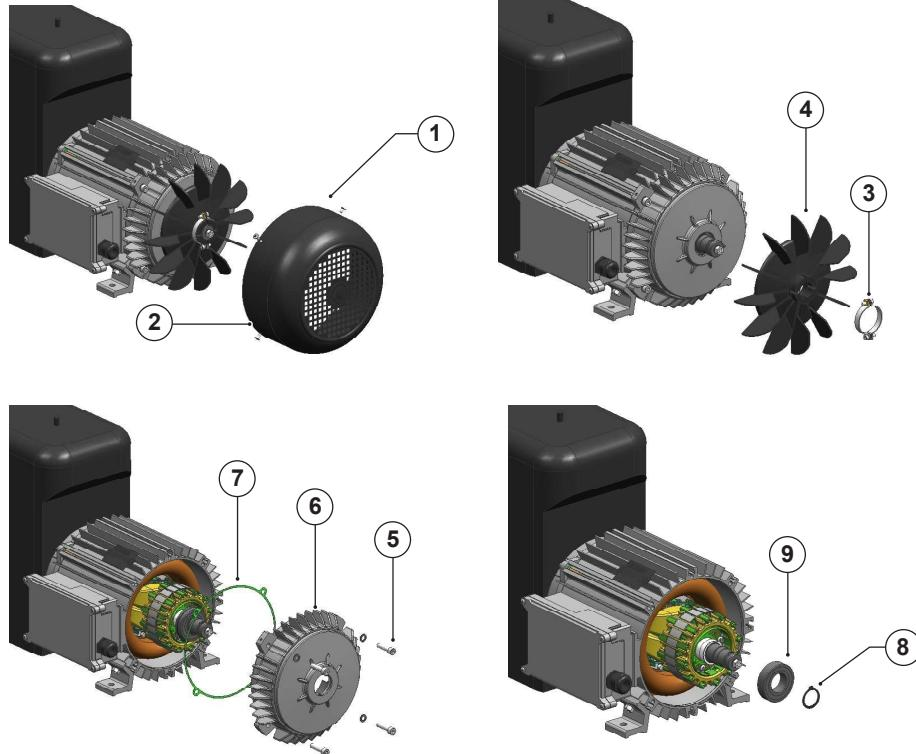

Fig. 5.1
- svitare le viti di fissaggio del copriventola (1 fig. 5.1) e disassemblare il copriventola (2) dal generatore.
- allentare le viti di serraggio della fascetta metallica (3) e sfilarla dal mozzo della ventola (4). Sfilare la ventola (4) dall'albero del generatore.
- svitare le viti di fissaggio (5) e disassemblare lo scudo (6). Fare attenzione a non perdere o danneggiare la guarnizione (7) posta fra cassa e scudo.
- Sfilare e sostituire il cuscinetto (9) togliendo l'anello seeger (8) di bloccaggio.
- *Unscrew fan clamping screws (1 fig. 5.1) and remove the fan cover (2) from the generator.*
- *unscrew fixing screws on the metallic clamp (3) and take off the metallic clamp (3) from the fan hub. Take off the fan (4) from the generator shaft.*
- *unscrew shield clamping screws (5) and remove the shield (6). Pay attention to not damage or loose the gasket (7) seated between the shield and the case.*
- *remove the seeger ring (8) and replace the bearing (9).*